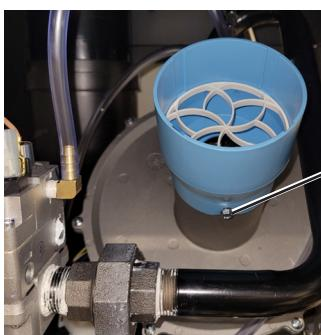

Figure 7.
10. INSTALLEZ L'ORIFICE BLEU : Utilisez une clé à douille de 5/16" ou une clé à rochet de 5/16" pour fixer l'orifice d'air bleu. Reconnectez les tuyaux sur l'orifice d'air, voir la Figure 7.